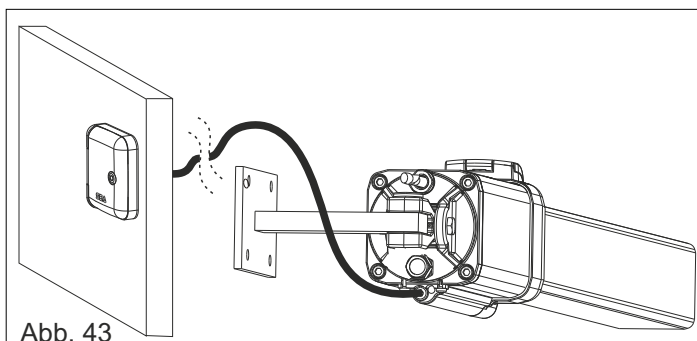
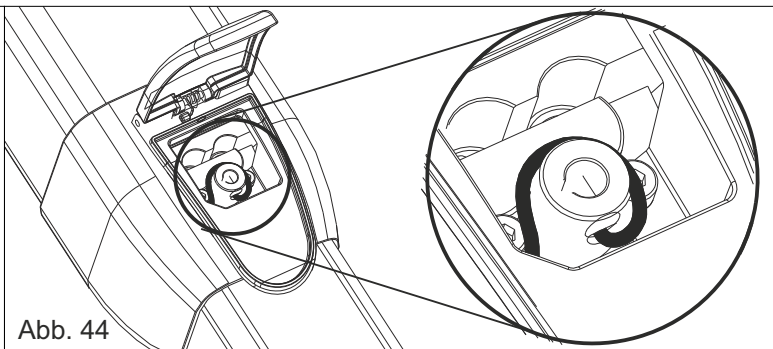

Abb. 43
Abb. 44
**!** Informationen zur Montage der externen Entriegelung finden Sie in Abb. 43 und Abb. 44